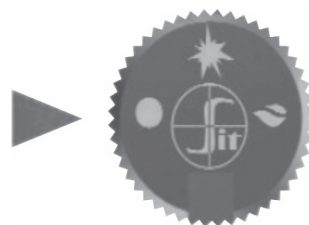

Рисунок 16
9. Поверните ручку управления в положение «Выключено» для прекращения работы изделия (Рисунок 16).